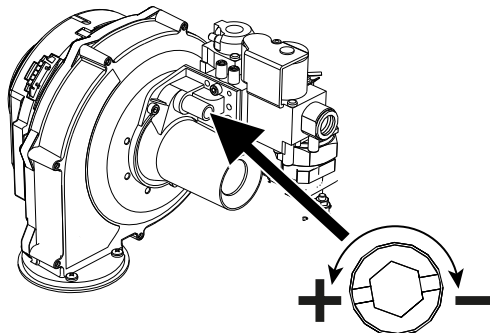

fig. 81 - Vite di regolazione della massima portata
- Nel caso in cui i valori non corrispondano a quelli indicati, regolare la CO₂ attraverso la vite di regolazione (vedi fig. 81) riportandoli a quelli indicati.